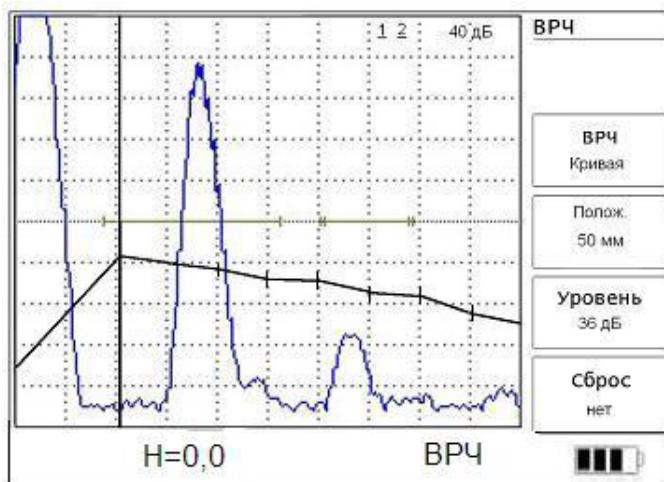

Рис.5.10.
5.4.5. Меню «ВРЧ» содержит следующие параметры (рис.5.10).